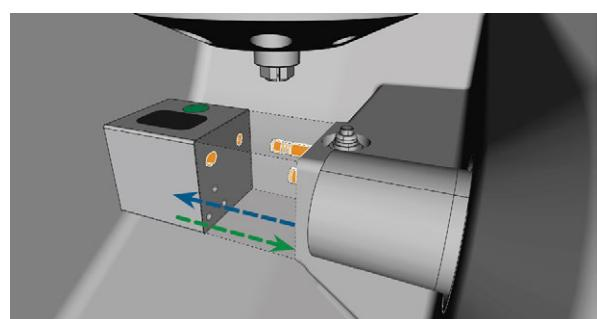

FIG. 46 CAMBIAR EL ALMACÉN DE HERRAMIENTAS (SOPORTE Y ABERTURAS EN EL ALMACÉN DE HERRAMIENTAS MARCADOS EN NARANJA)
3. Si se coloca un almacén de herramientas incorrecto, retírelo tirando lo del soporte de almacenes de herramientas (Fig. 46 en la página anterior, flecha azul).
6. Coloque el almacén de herramientas en el soporte de almacenes de herramientas (Fig. 46 en la página 45, flecha verde):